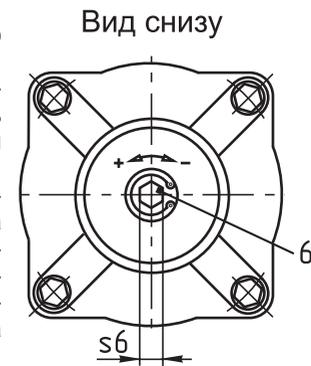

Рис. 9
- 10 - 60 % расхода - напряжение подано только на катушку «А». Необходимый расход газа устанавливается ручным регулятором на магнитной системе (катушке) «В». Поворачивая винт 6 в сторону знака «-» можно уменьшить количество проходящего через клапан газа от 60% до 10% и наоборот (рис. 9).